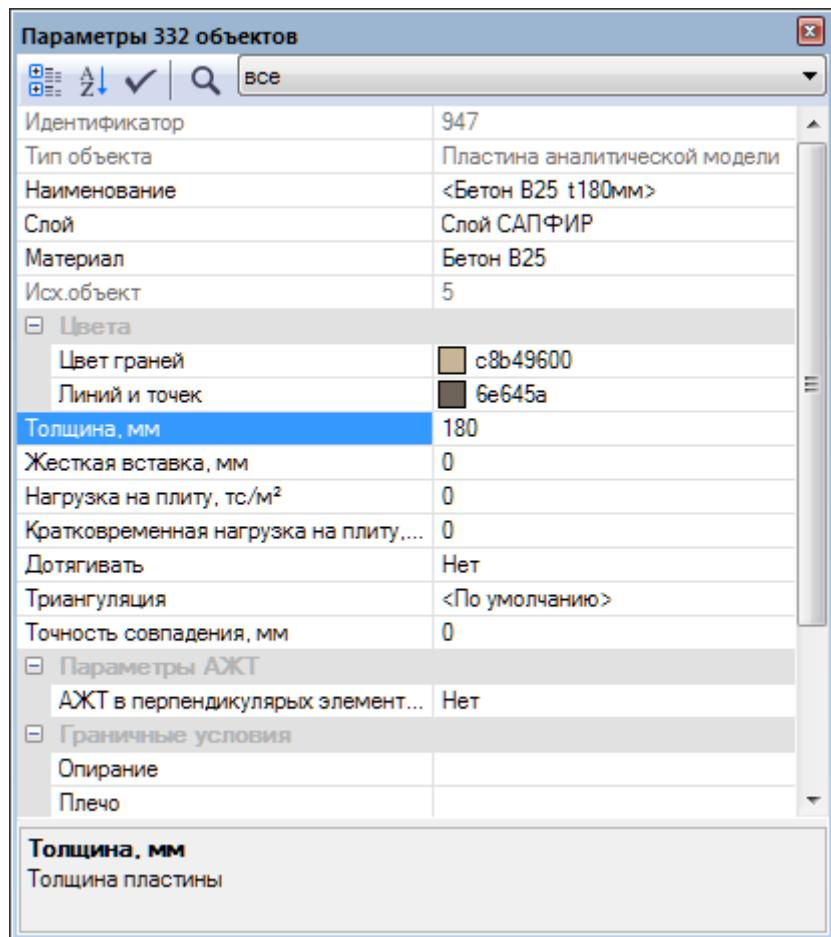

Рис.5.5. Служебное окно **Параметры**
- В служебном окне **Параметры** назначаем выделенным пластинам толщину 180 мм (рис.5.5)